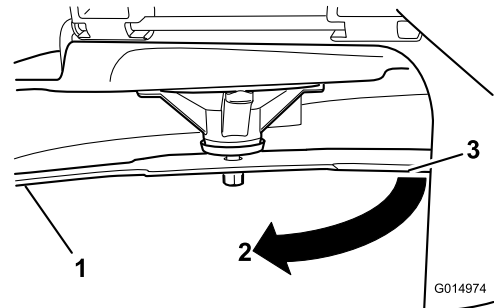

Figuur 56
2. Trek dikke handschoenen of andere adequate handbescherming aan en draai langzaam het mes in een stand die meting mogelijk maakt van de afstand tussen de maairand en het egale oppervlak waarop de machine staat (Figuur 56).